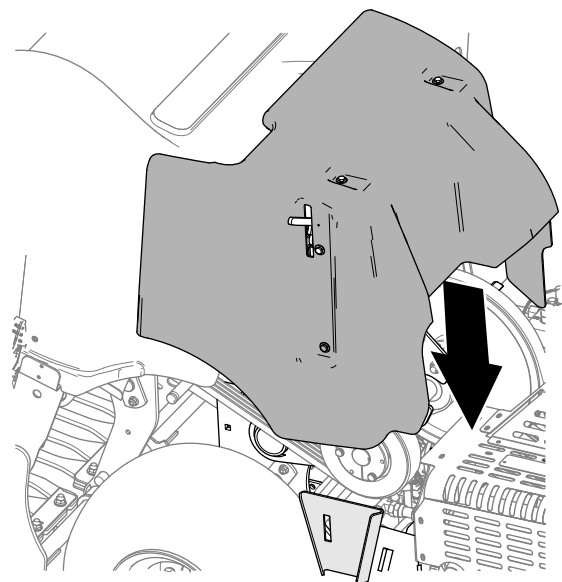

Bild 145
2. Senken Sie die Riemenabdeckung ab (**Bild 145**).